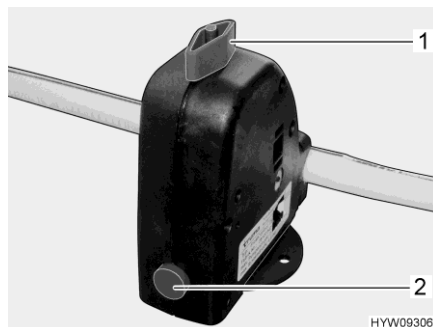

Bild 154 Säkerhets-/avtappningsventil (Truma)
- Säkerhets-/avtappningsventilen (Truma) stängs. Ställ vredet (Bild 154,1) diagonalt mot säkerhets-/avtappningsventilen och tryck in tryckknappen (Bild 154,2).